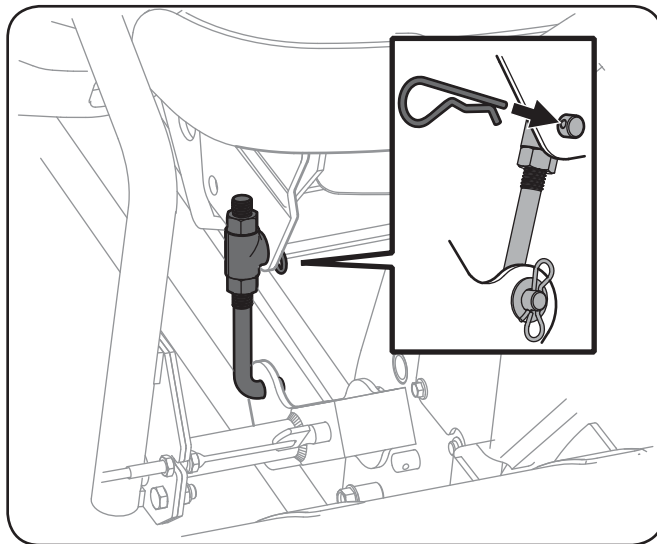

Figure 3-24
4. Retirez la goupille de la virole de la tringlerie de relevage. Insérez la virole de la tringlerie de relevage dans le trou qui se trouve sur la partie inférieure avant du support de la commande de relevage droit, puis fixez-la en place avec la goupille. Voir Figure 3-24.